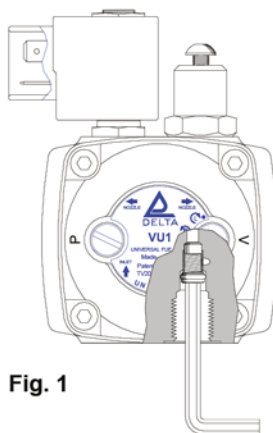

Fig. 1
- a) Entfernen Sie mit einem 4-mm-Innensechskantschlüssel den Bypassstopfen aus dem Rücklaufanschluß. (Bild 1)